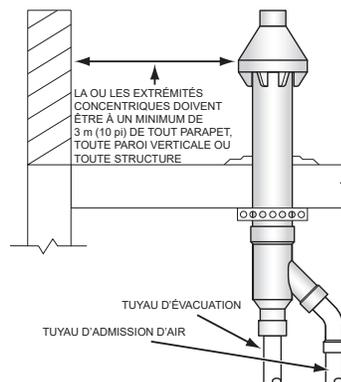

Figure 30. Extrémité concentrique - Dégagement sur toit plat
- Lorsqu'une bouche concentrique est installée verticalement à travers un toit-terrasse, le chapeau de la bouche d'évacuation doit se trouver à un minimum de 3 m (10 pi) de tout parapet, toute paroi verticale ou toute structure, comme illustré à la **Figure 30**.